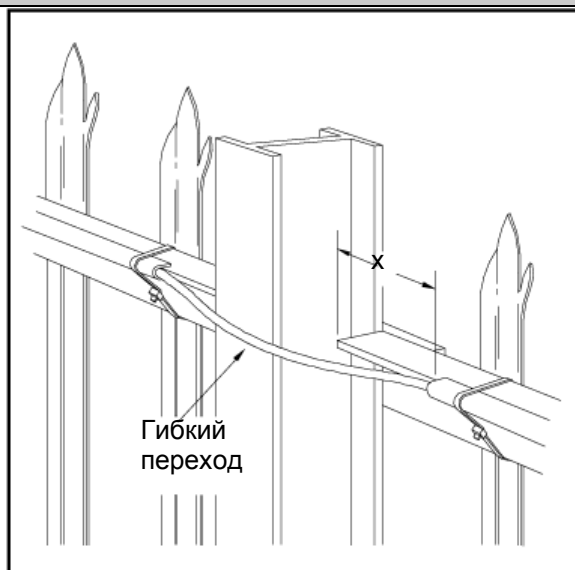

Рис. 20. Укладка сенсорного кабеля вокруг столбов палисадной ограды.
3. Пластиковую полоску можно отрезать ножницами; ее нужно обрезать немного не доходя до конца уголка, так, чтобы сенсорный кабель мог плавно обогнуть столб, как это показано на Рис. 20. Для стандартных палисадных оград, где столбы имеют H-образное сечение, расстояние X обычно составляет 100 мм, хотя оно может изменяться в зависимости от конструкции ограды. В случае сомнений обращайтесь в компанию Джеокуип за советом. Важно, чтобы рекомендации относительно радиуса изгиба кабеля, изложенные в п. 3.1, во всех случаях соблюдались.